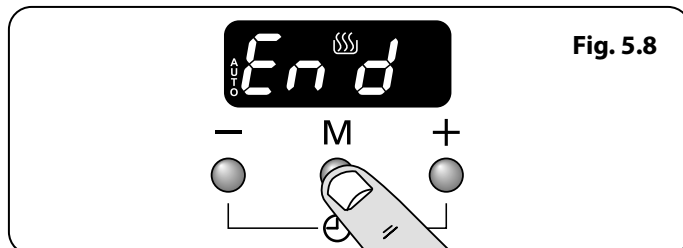
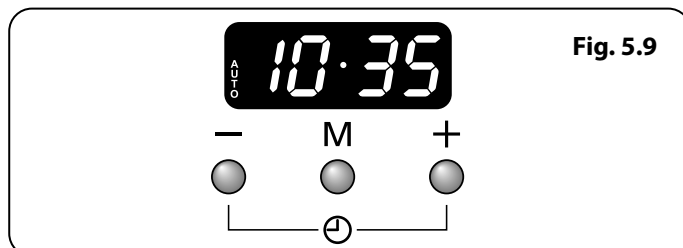

Fig. 5.8
Fig. 5.9
- Tryck på lägesknappen [M] tills displayen blinkar (End) (Fig. 5.8). Välj därefter "stopptid" med knapparna [+] eller [-]. Den aktuella tiden visas tillsammans med ordet "AUTO" (Fig. 5.9).